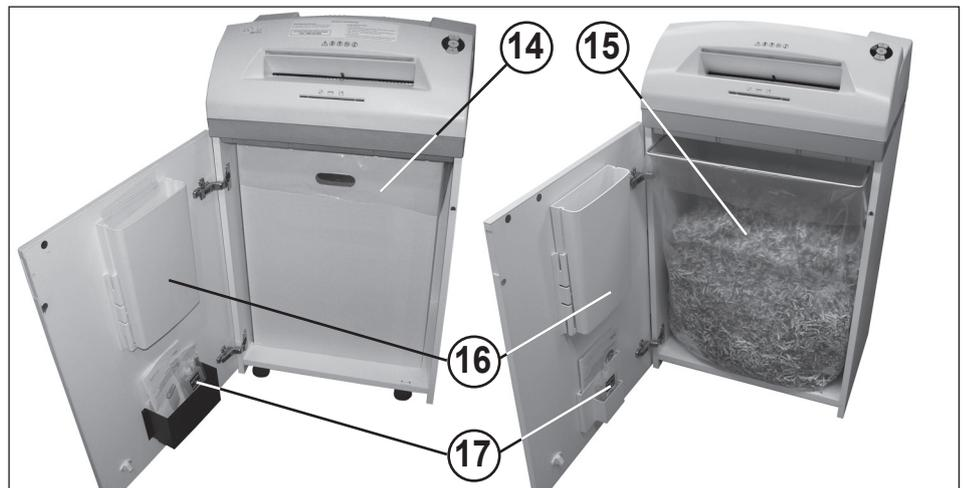

Fig. 4
14 = Recipiente recolector para papel (Fig. 4)
15 = Saco recolector para papel (Fig. 4)
16 = Recipiente recolector de CD/DVD (Fig. 4)
17 = Botellita de aceite (Fig. 4)
CÓMO VACIAR EL RECIPIENTE / SACO RECOLECTOR PARA PAPEL (Fig. 4):
CÓMO VACIAR EL RECIPIENTE RECOLECTOR PARA CD/DVD (Fig. 4):
Abra la puerta. El indicador de control (8) se enciende y el indicador piloto del pulsador de retroceso (4) así como el indicador de control (7) **parpadean**. Tome la botellita de aceite (17) (Fig. 4) situada en el soporte de la puerta y vuelva a cerrar la puerta.